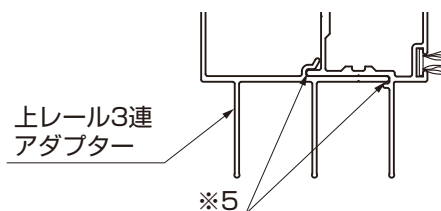

図2-13 A部詳細図
- 上レール3連アダプターは※5の箇所を、はめあうように取付けてください。(図2-13参照)
(4) 戸当り側縦枠の取付け